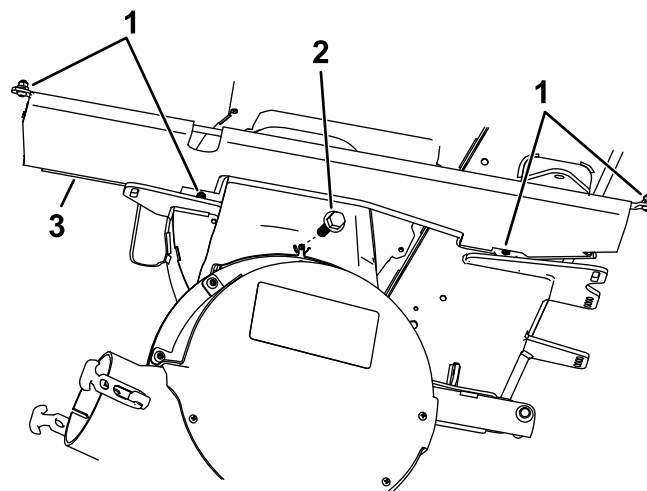

Figura 3
4. Instale el faldón nuevo en el bastidor y en la carcasa del cortacésped usando los herrajes existentes (Figura 3).
5. Instale el perno ($\frac{1}{4}$ " x $\frac{5}{8}$ ") en el orificio donde se retiró el pomo (Figura 3).